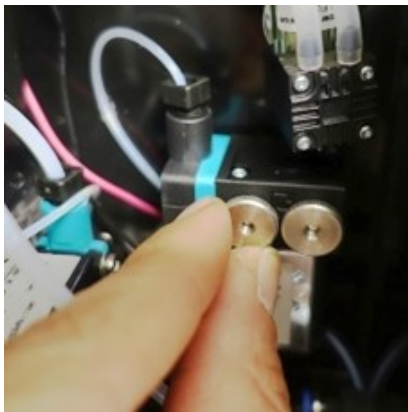

Bild 19:
- Lösen Sie die beiden Rändelmutter (siehe Bild 19 links) und ziehen Sie die Pumpe nach vorne ab.
- Lösen Sie die Muttern der Verschraubungen und entfernen Sie die Schläuche mitsamt den Verschraubungen (siehe Bild 19 links).